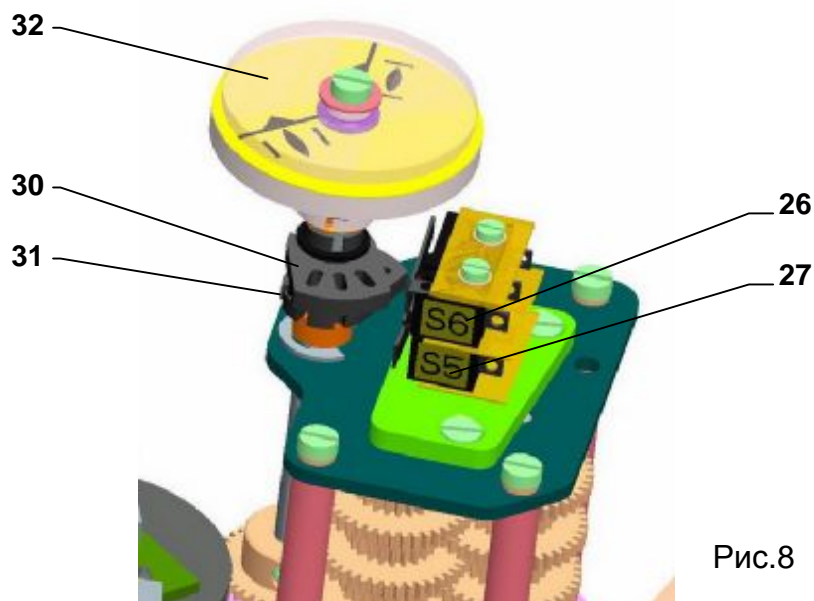

Рис.8
4.3 Настройка микровыключателей сигнализации (S5,S6) (Рис.8)
Выключатели сигнализации (см. рис. 8) ЭП настроены на предприятии-изготовителе на срабатывание, приблизительно на 10% раньше срабатывания выключателей положения, если заказчик не требует иного. Перед настройкой выключателей сигнализации, в случае необходимости, настройте выключатели положения S3, S4, согласно п. 4.2.
4.4 Настройка указателя положения (Рис.8)